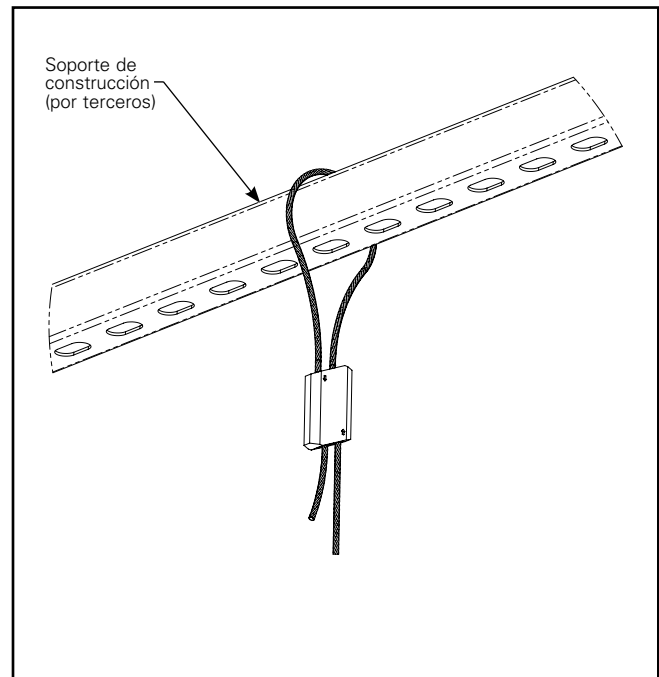

Figura 3.
3. Ubique la estructura de soporte adecuada y fije la abrazadera de sujeción tal como se muestra en la Figura 3.